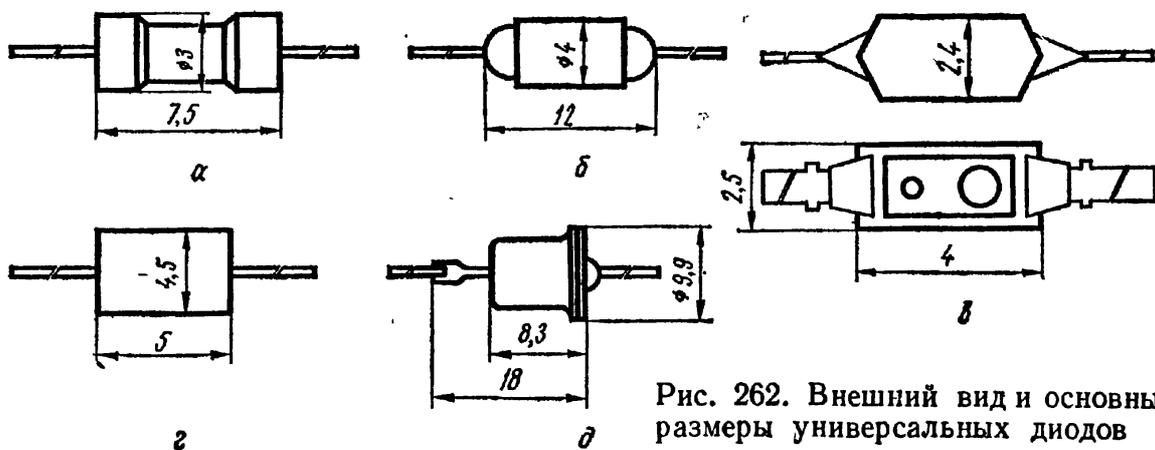

Рис. 262. Внешний вид и основные размеры универсальных диодов
ГД402 (А, Б). Диапазон рабочих температур от  $-60$  до  $+70^{\circ}\text{C}$  (см, рис. 262, а).
ГД403 (А, Б, В). Диапазон рабочих температур от  $-25$  до  $+55^{\circ}\text{C}$  (см, рис. 262, б).
**КД410 (А, Б).** Диапазон рабочих температур от —40 до +85° С. Наибольшая температура корпуса 110° С. Граничная рабочая частота 20 кГц. Маркировочная метка на корпусе КД410А со стороны положительного вывода красная, у КД410Б со стороны отрицательного вывода — синяя (см. рис. 262, а).
КД411 (А, Б, В, Г). Диапазон рабочих температур от  $-40$  до  $+90^{\circ}\text{C}$  (см. рис. 262, б).